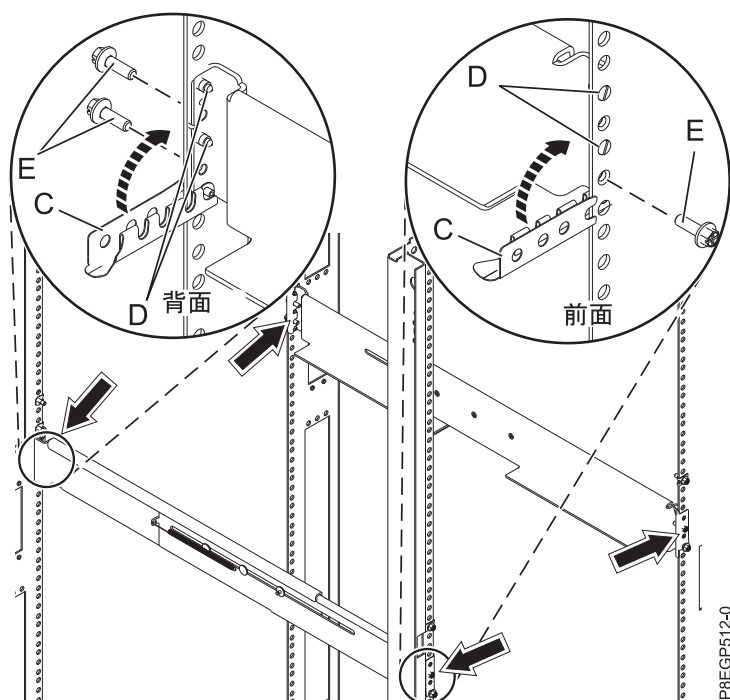

図 6. レールの取り付け
- a. 次に示すように、右側レールを伸ばし、レールが上向きになるようにレール・ピン (D) を、ラック上のマークが付いた一番下の 2 つの取り付け穴に挿入します。9 ページの図 6
- b. 次に示すように、前部クランプ (C) を上に回転させて、レールを所定の位置に固定します。9 ページの図 6.